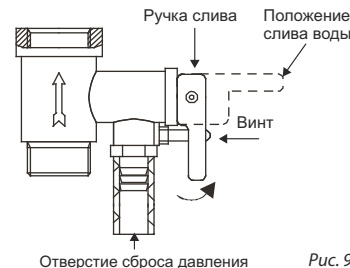

Рис. 9
4. На входной патрубке обозначенный голубым цветом и стрелкой направления течения воды накрутите предохранительный клапан так, чтобы течение воды совпадало с направлением стрелки на корпусе клапана. На отверстие сброса давления предохранительного клапана (см. рис. 9) оденьте дренажную трубку для отвода воды (возможно появление при нагревании) в канализацию.
- открутить винт обратного предохранительного клапана и перевести ручку в горизонтальное положение, из отверстия предохранительного клапана должна потечь вода. (см. рис. 9)